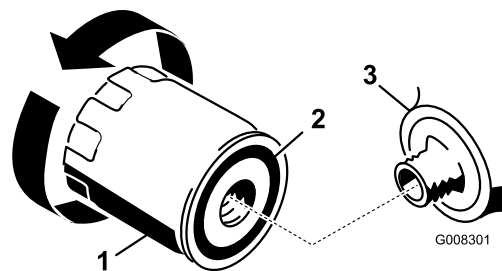

Bild 26
3. Schmieren Sie die Gummidichtung am neuen Ölfilter (Bild 26) mit etwas Frischöl ein.
5. Ziehen Sie den Filter um eine weitere 1/2 bis 3/4 Umdrehung (Bild 26).
2. Entfernen Sie den alten Ölfilter und wischen Sie die Dichtfläche am Anbaustutzen ab (Bild 26).